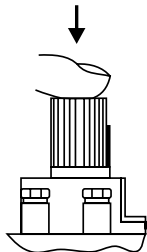

Рис. 5
В котлах серии «Премиум» применяется газогорелочное устройство на основе итальянской автоматики «820 Nova» и инжекционной горелки Polidoro (см. рис. 5) ВНИМАНИЕ!
- 7.1. Установка ручки управления в требуемое положение производится путем легкого нажатия и поворота в нужное положение (рис. 5).